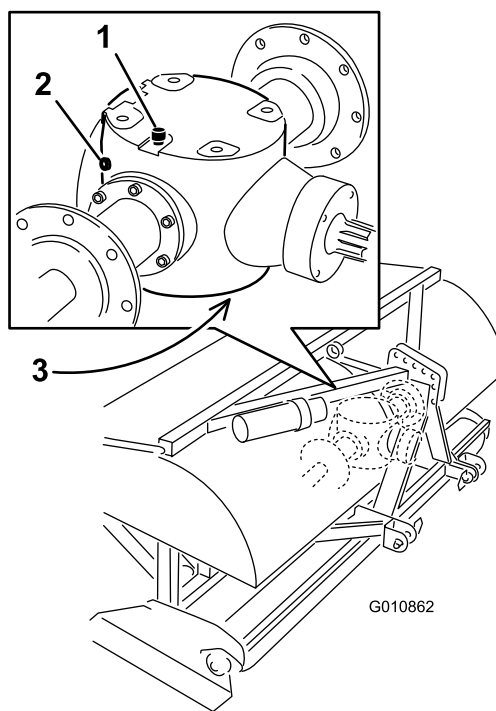

図 46
3. ギアボックスの点検プラグを外す 図 46。
1. 内部に異物が侵入しないよう、通気/補給プラグおよびドレンプラグの周囲をきれいに拭く(図 46)。